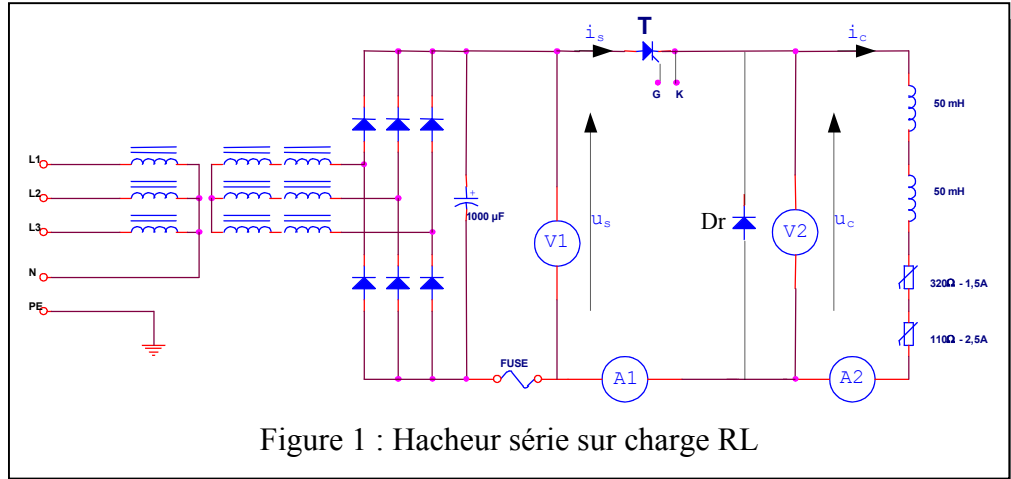

Figure 1 : Hacheur série sur charge RL
- Réaliser le montage de la figure 1 en suivant la disposition de l'annexe 1
- connecter le potentiomètre de consigne (735 02) à l'entrée (1) de l'unité de commande (735 341), repérage des bornes sur annexe 2
- relier la sortie (9) du modulateur à l'entrée (12) de l'ampli de sortie de l'unité de commande
- visualiser à l'oscilloscope sur CH1 la tension U_9 entre les bornes (9) et (0V) de l'unité de commande
- régler la fréquence de hachage à 1000 Hz, soit $T = 1$ ms, par action sur les potentiomètres (4) et (5) de l'unité de commande
- Compléter le câblage du circuit de la figure 1, câbler la charge et les appareils de mesure (rhéostats sur valeur maximale).